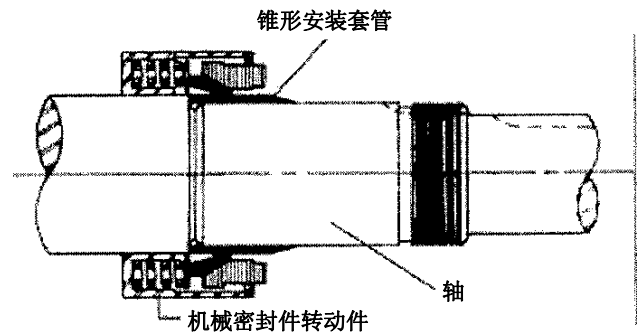

图 11
2. 将锥形安装轴套装在轴上（见图 11）
4. 启动轴承转动件（包括密封件底座环和伸缩管密封件上的螺栓）并且快速滑动锥形套管（见图 11）。